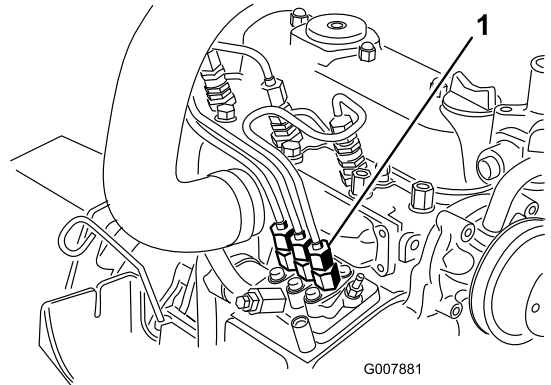

图38
1. 如图38所示将一块抹布放在燃油喷射泵到1号喷嘴之间的管道连接下。